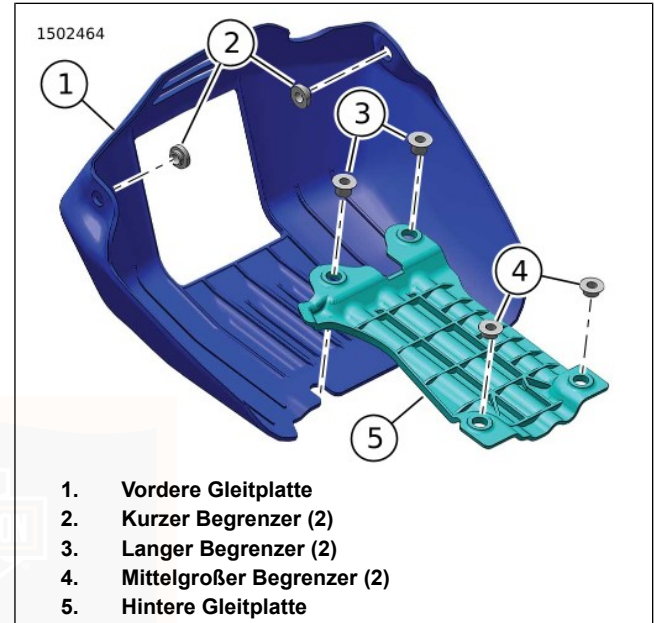

Abbildung 77. Zweiteilige Gleitplatte – Vordere und hintere Begrenzer
1. Abbildung 77 Sicherstellen, dass sowohl die langen als auch die mittelgroßen Begrenzer (3 und 4) ordnungsgemäß positioniert sind.
1. Abbildung 77 Sicherstellen, dass die kurzen Begrenzer (2) ordnungsgemäß positioniert sind.